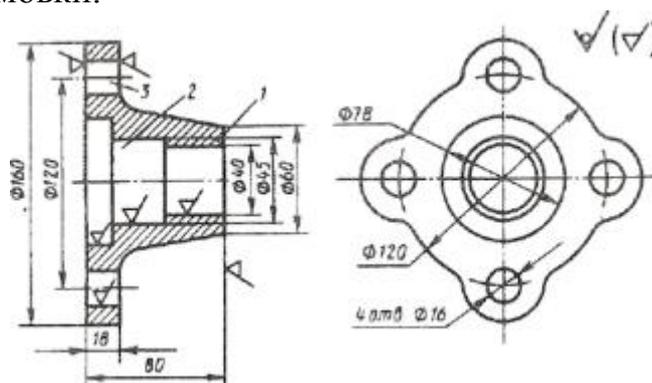

Рисунок 9 – Эскиз детали
2. По эскизу детали (рисунок 9) разработайте эскизы: элементов литейной формы, стержневых ящиков и собранной литейной формы (в разрезе). Опишите последовательность изготовления литейной формы методом ручной формовки.